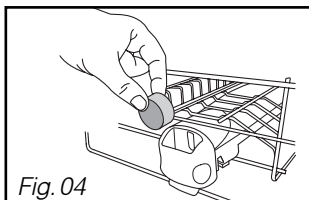
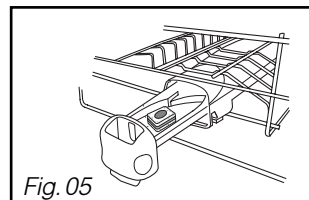

Fig. 04
Fig. 05
non multifonction dans le compartiment extérieur (Fig 04)
ou pour un fonctionnement optimal, tirez le tiroir du distributeur et disposez la pastille. (Fig 05)
• **Disposez la pastille** dans le compartiment extérieur (Fig 04), **ou** pour un résultat optimal, tirez le tiroir du distributeur et disposez la pastille à l'intérieur. (Fig 05).